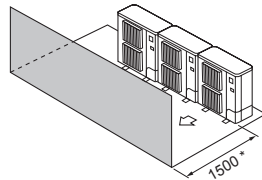

Fig. 2-15
- ③ Yalnızca öndeki engeller (Fig. 2-15)